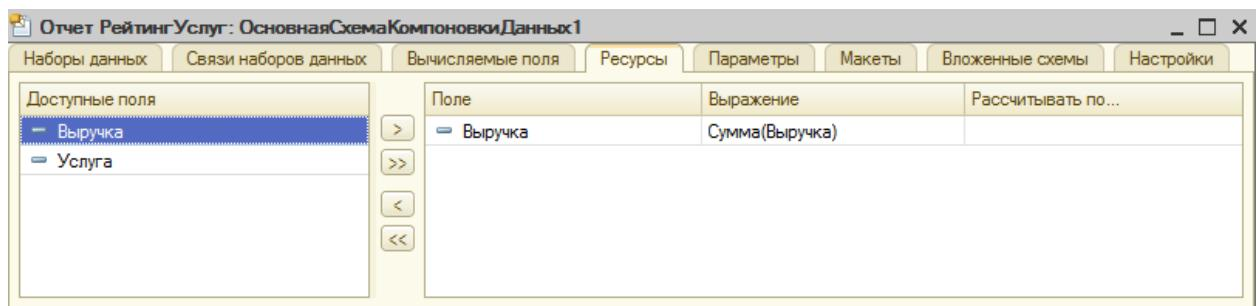

Рисунок 74 Вкладка Ресурсы
12. Определите итоги отчета на вкладке **Ресурсы** как указано на рис. 74: